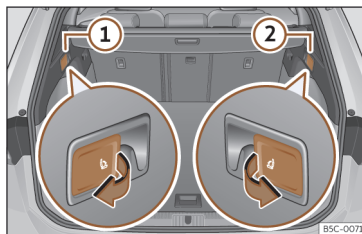

**Fig. 105** Na bagageira: alavancas para o desbloqueio do encosto traseiro.
- Puxe a alavanca de desbloqueio à distância da parte esquerda >>> **Fig. 105** ① o derecha ② do encosto no sentido da seta. A parte desbloqueada do encosto traseiro rebate-se automaticamente para a frente.